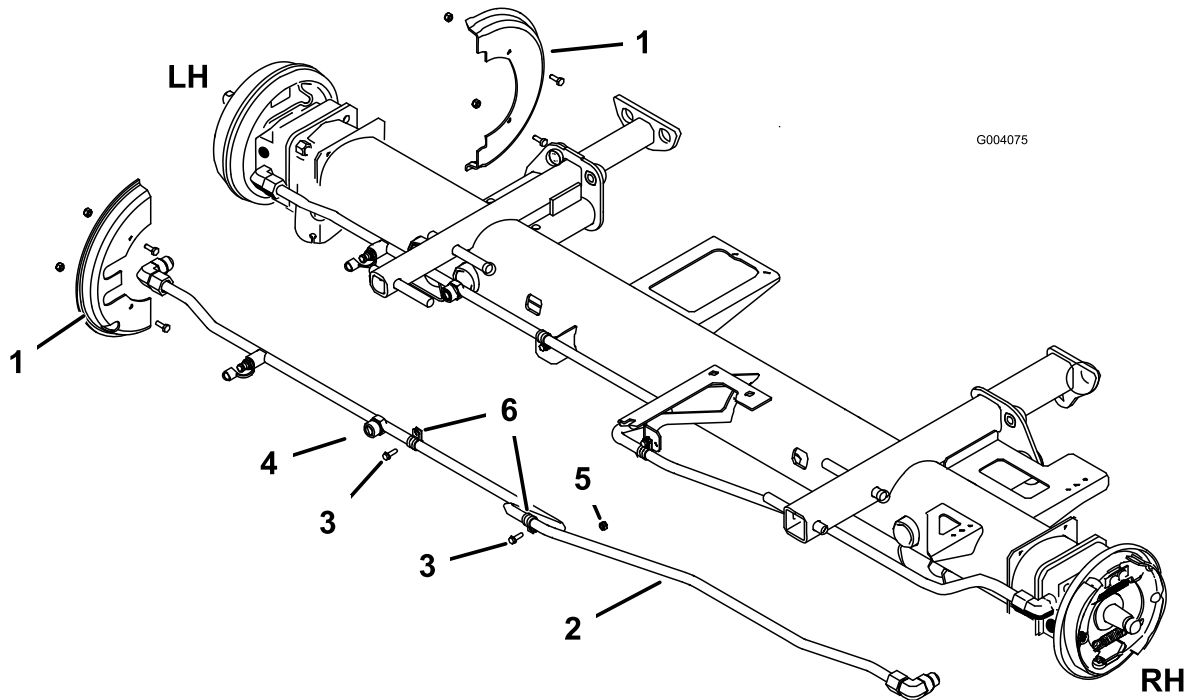

Bild 10
3. Entfernen Sie die Kopfschrauben und Muttern, mit denen die Radschutzbleche an den Vorderachsenflanschen befestigt Abdeckung an den Vorderachsenhalterungen befestigt sind (Bild 10).
4. Schließen Sie das Hydraulikrohr vom oberen Anschlussstück am Radmotor vorne links und das untere Anschlussstück vom Radmotor vorne rechts ab (Bild 10).
5. Entfernen Sie die R-Klemmen, mit denen das Rohr am Rahmen (Bild 10) befestigt ist, und die Kabelbinden, mit denen die Bremszüge an den Hydraulikschläuchen befestigt sind.
6. Trennen Sie den linken Schlauch von der variablen Pumpe und dem Hydraulikrohr (Bild 10). Nehmen Sie auch das 45°-Anschlussstück unten an der variablen Pumpe ab (Bild 10).
6. Befestigen Sie die Radschutzbleche mit den vorher entfernten Kopfschrauben und Muttern an den Vorderachsenflanschen (Bild 10).